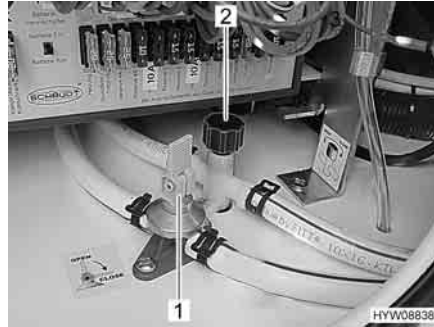

Fig. 165 Rubinetti di scarico
- Chiudere i rubinetti di scarico. Ruotare i coperchi (Fig. 165,2) in senso orario e posizionare la leva a bilanciere (Fig. 165,1) in posizione orizzontale.
- Aprire i rubinetti di scarico (Fig. 165,1 e 2). A questo scopo, ruotare il coperchio (Fig. 165,2) in senso antiorario e posizionare verticalmente la leva a bilanciere (Fig. 165,1).